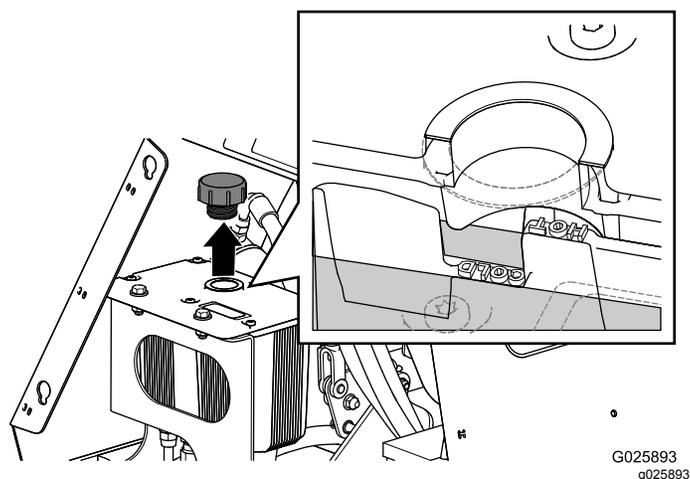

Figura 7
6. Retire el tapón y compruebe el nivel de fluido hidráulico del depósito (Figura 7).
7. Si es necesario, añada fluido hidráulico del tipo especificado al depósito hasta que el fluido cubra el nivel **Cold** en el tabique (Figura 7).
8. Vuelva a colocar el tapón del depósito de fluido hidráulico y apriételo hasta que quede firme (Figura 7).